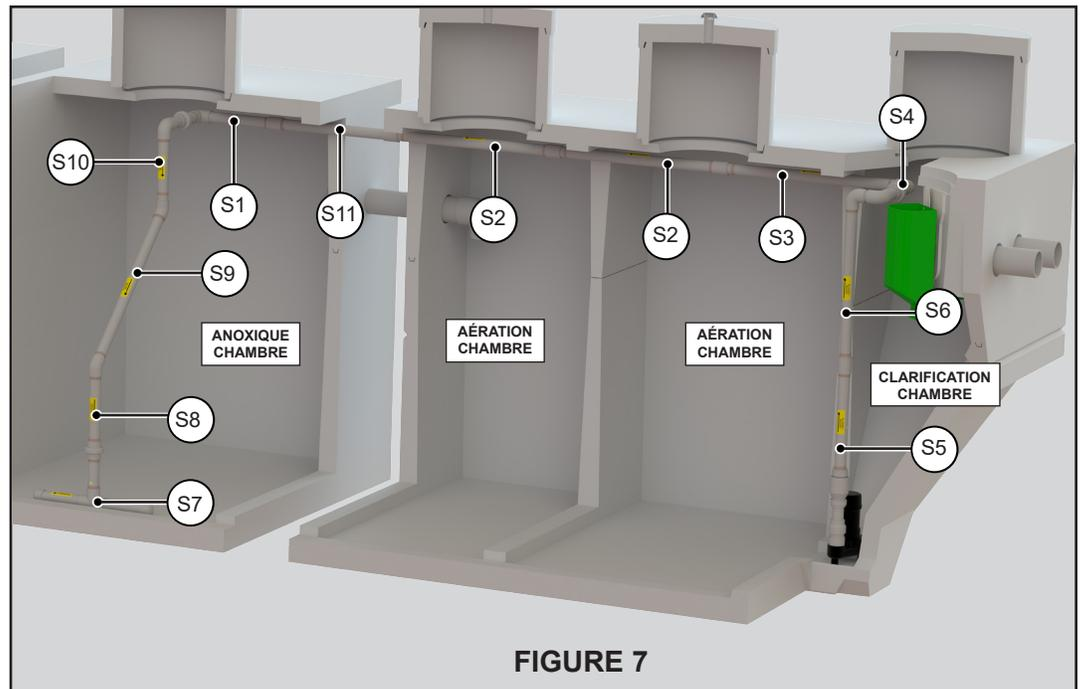

FIGURE 7
1. Enfilez le sous-ensemble S5 dans l'orifice de refoulement de la pompe tel qu'illustré à la Figure 7.
2. Collez le raccord sur le sous-ensemble S5 au sous-ensemble S6. Voir Figure 7.
4. Utilisez l'assemblage de refoulement pour abaisser la pompe dans la chambre de clarification jusqu'à ce que la pompe soit sur le plancher du décanteur tel qu'illustré à la Figure 7. Attachez le sous-ensemble S4 au sous-ensemble S6 à l'union. Serrez fermement l'union à la main.
5. Attachez le sous-ensemble S7 au sous-ensemble S8 à l'union tel qu'illustré à la Figure 7. Serrez fermement l'union à la main.
6. Collez le sous-ensemble S8 au sous-ensemble S9 tel qu'illustré à la Figure 7. Vérifiez que les flèches jaunes sont alignées.
7. Collez le sous-ensemble S9 au sous-ensemble S10 tel qu'illustré à la Figure 7. Vérifiez que les flèches vertes sont alignées.
8. Pliez l'assemblage de la barre de mélange au tuyau flexible et abaissez-le dans la chambre anoxique jusqu'à ce que la barre de mélange soit dans la même position que celle illustrée à la Figure 7. Attachez le sous-ensemble S10 au sous-ensemble S1 à l'union. Serrez fermement l'union à la main.